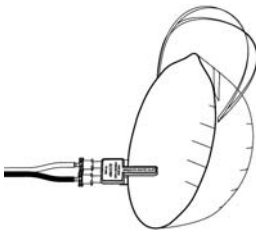

図 2 クリップの取り付け
- 2) 図 2 のようにクリップはマスクの横側を滑らせるようにして挟み込みます。又、クリップには“THIS SIDE TOWARD FACE”の記載があり、この記載面が顔（皮膚側）に面するように、よく確認をしながらマスクに取り付けます。